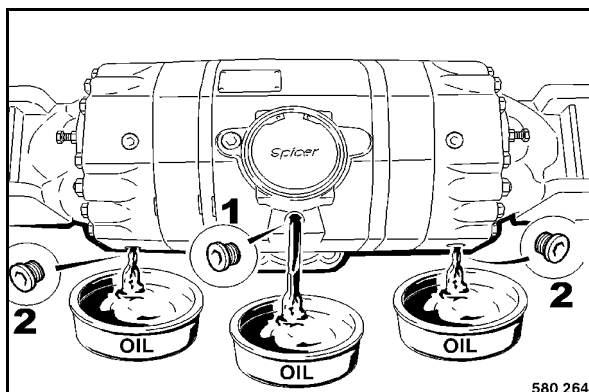

Fig. 173
- Nettoyer puis dévisser les bouchons de vérification du niveau et de vidange (Fig. 173).